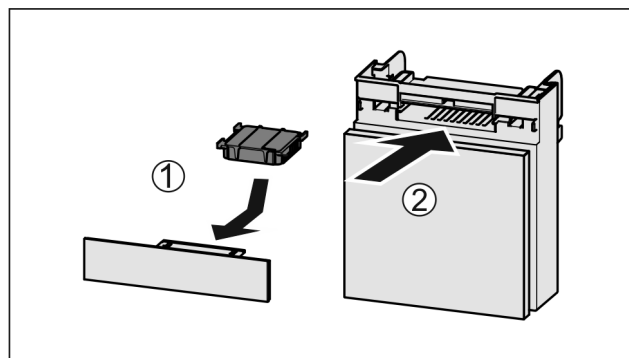

Fig. 113
- Insérer le filtre à charbon actif d'après le schéma Fig. 113 (1).
- Insérer le compartiment Fig. 113 (2).